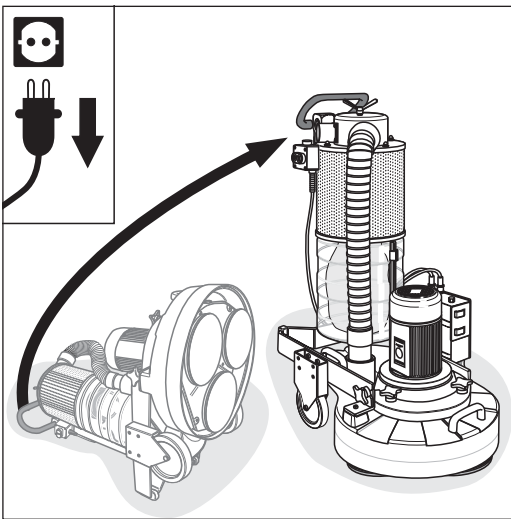

Abb. 8 Mit beiden Händen an den Haltebügel am Fahrstuhl greifen und die Maschine vorsichtig nach vorne kippen.
- 5 Greifen Sie mit beiden Händen an den Haltebügel am Fahrstuhl und kippen Sie die Maschine vorsichtig nach vorne, so dass die Teller auf dem Fußboden aufliegen (Abb. 8).